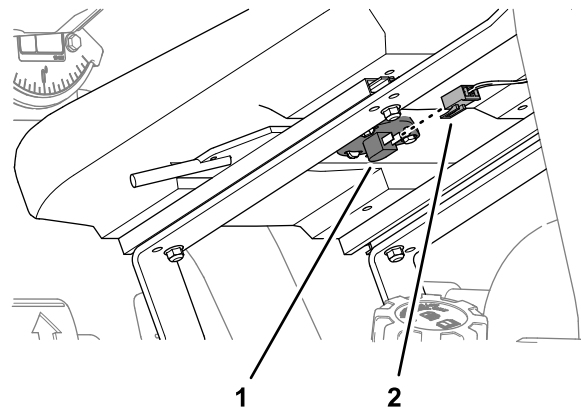

Figur 3
2. Afmonter de 2 flangehovedmaskinskruer, der fastgør sædestropperne til støttekanalen (Figur 3).